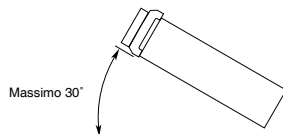

Figura 2
2. L'unità principale deve essere installata con una pendenza massima di 30 ° rispetto al piano orizzontale (come mostra la figura 2).